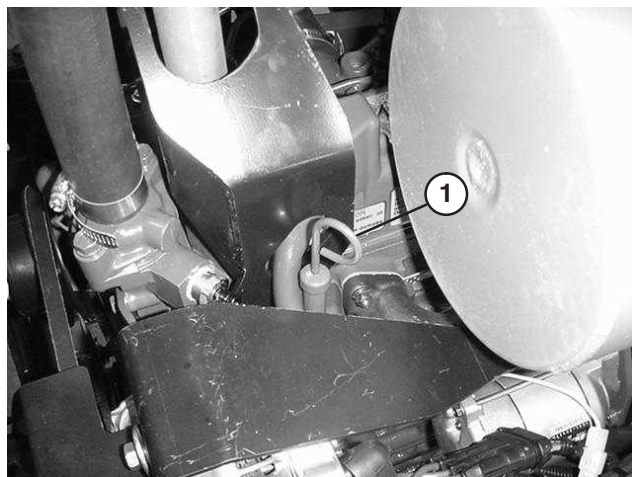

Figure 22
2. Sortez la jauge (Fig. 22), essuyez-la sur un chiffon propre et remettez-la en place. Sortez de nouveau la jauge et vérifiez le niveau d'huile. Le liquide doit atteindre le repère maximum (FULL) sur la jauge.